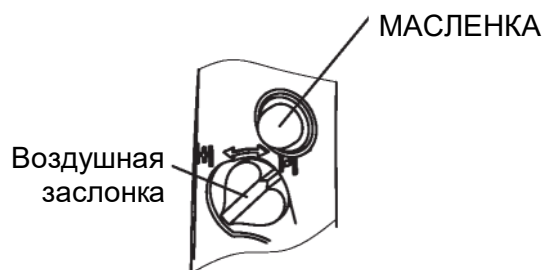

Рисунок 8
- а. Откройте переключатель подачи топлива, см. рис. 8.